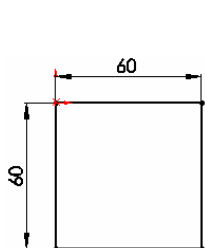

图 5-66 绘制草图
① 设置基准面。在左侧的“FeatureManager 设计树”中用鼠标选择“前视基准面”作为绘制图形的基准面。
② 绘制草图。选择菜单栏中的“工具”→“草图绘制实体”→“矩形”命令, 以原点为一角点绘制一个矩形并标注尺寸。结果如图 5-66 所示。